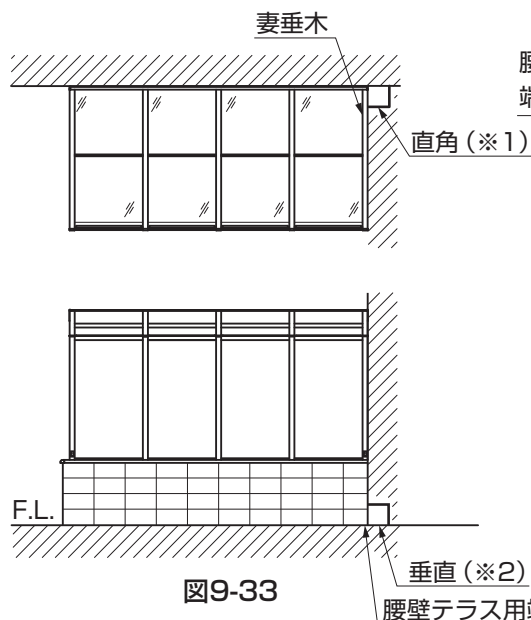

図9-33
- 躯体外壁の直角度(※1)、垂直度(※2)に狂いが生じている場合は、取付けることができませんので、修正してください。修正時の部材については、現場で手配してください。(図9-33参照)